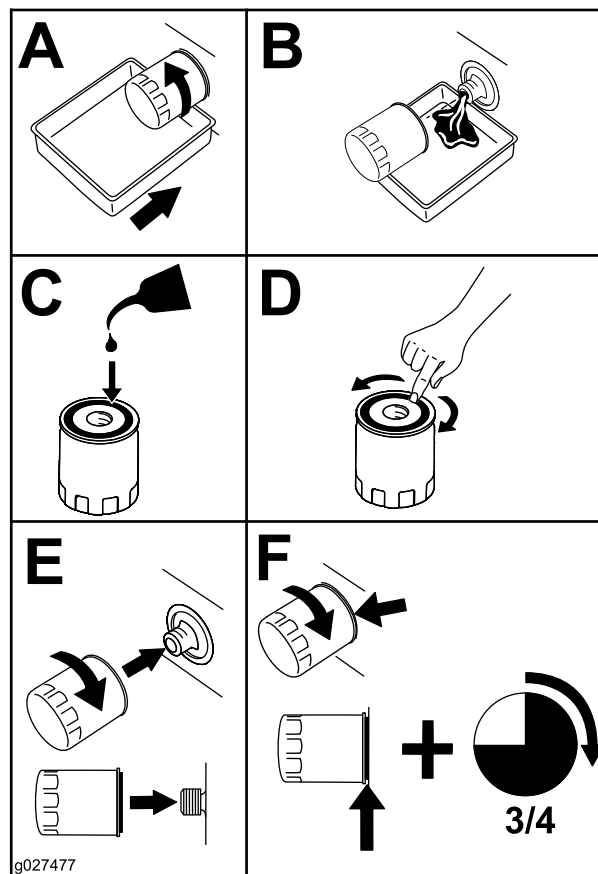

Figura 42
5. Substitua o filtro do óleo do motor (Figura 42).